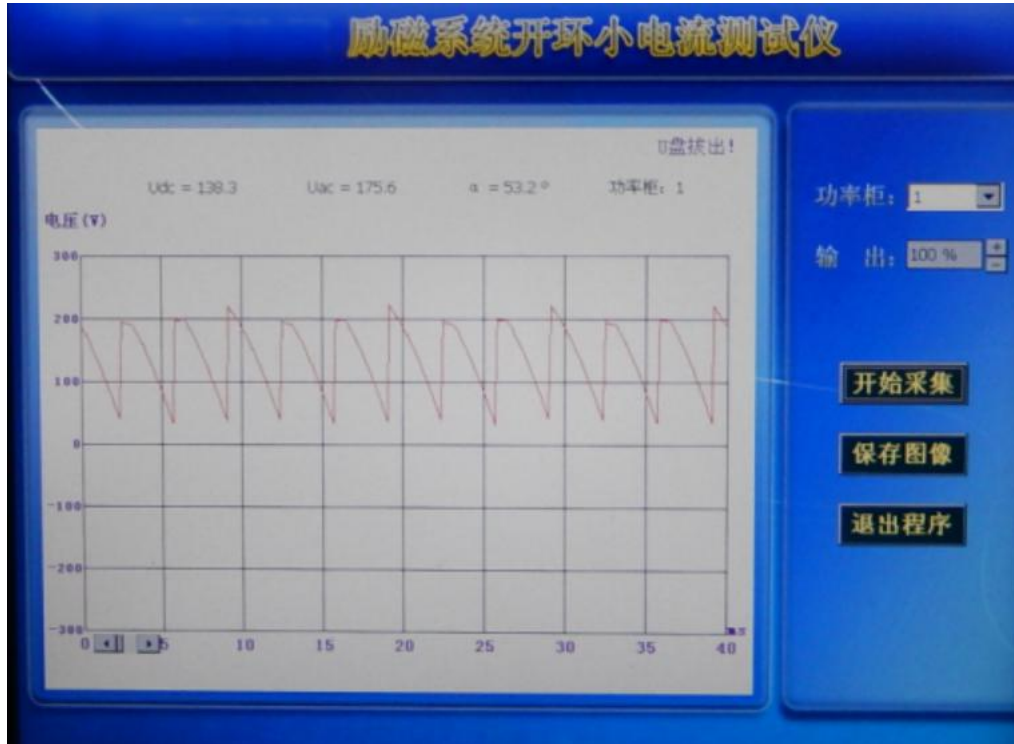

图 3 触摸屏初始画面
4.2 打开电源，触摸屏显示系统 Logo 界面，待系统加载成功后，显示图 3 所示。其中